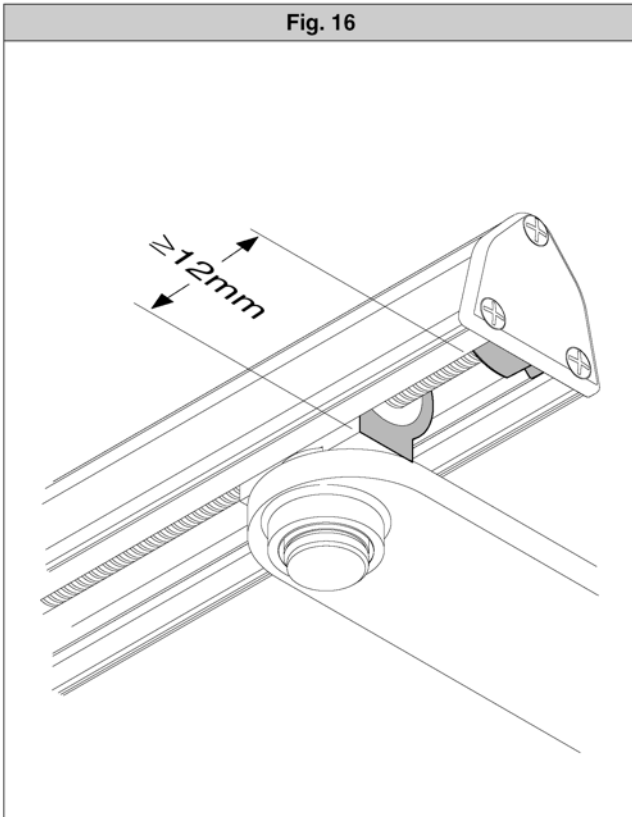

Fig. 17
- **CZY PRZY BRAMIE CAŁKOWICIE OTWARTEJ, ODLEGŁOŚĆ POMIĘDZY NAKRĘTKĄ ŚRUBY POCIĄGOWEJ A OBUDOWĄ SIŁOWNIKA WYNOŚI CO NAJMNIEJ 12 MM (RYSUNEK 17)**